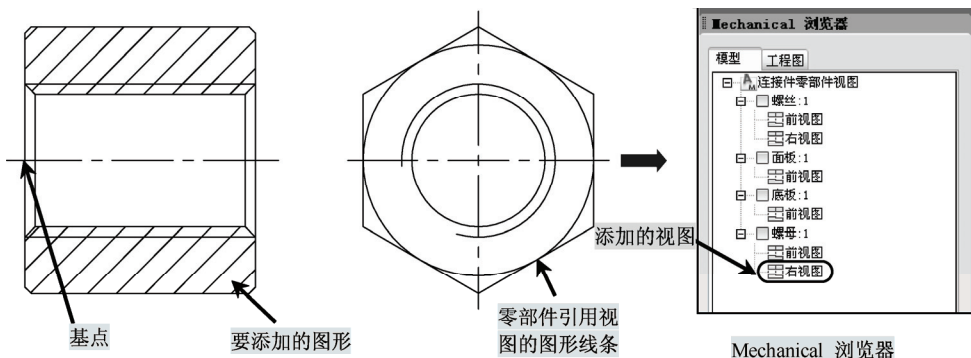

图 7-29 创建螺母右视图
6) 执行“结构 | 创建 | 零部件视图”命令, 为螺母添加右视图, 在命令行中将显示如下提示信息, 如图 7-29 所示。